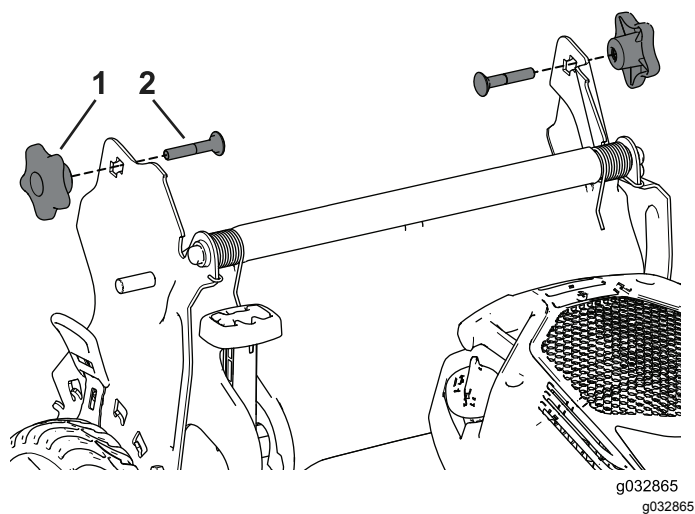

Рисунок 24
4. Вставьте каретный болт (так, чтобы головка болта была направлена внутрь) сквозь кронштейн рукоятки и в верхнее отверстие торцевой части рукоятки. Убедитесь, что квадратная кромка каждого каретного болта вошла в верхнее или нижнее квадратное отверстие соответствующего кронштейна рукоятки (Рисунок 24).